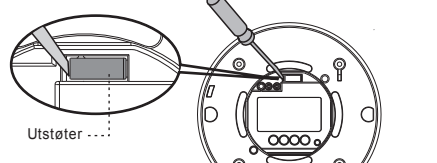

FIG. 22
2. Beveg skyvebryteren til posisjonen som er vist i FIG. 22 med en liten flatbladet skrutrekker.